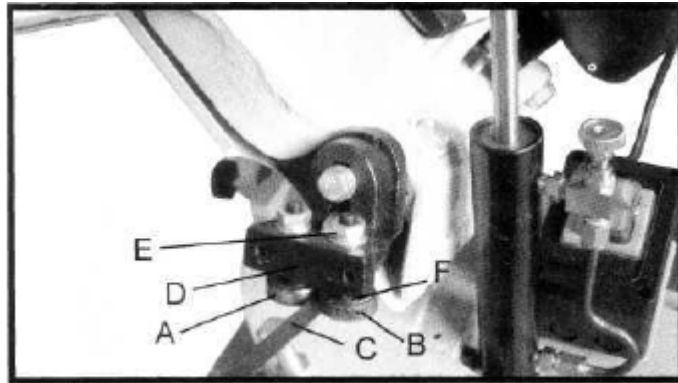

Fig. 9
2. Les paliers-guides de lame (A) et (B), Fig. 9, doivent être réglés pour ne faire qu'effleurer les faces de la lame (C) si celle-ci a été correctement alignée et que le palier-support a été réglé. Pour cela, procédez de la manière suivante :
3. Déposez la plaque recouvrant la face du support de guidage droit (D), Fig. 9.
4. Le palier-guide intérieur (A), Fig. 9, est monté sur un axe fixe et ne peut pas être réglé. Le palier extérieur (B) est monté sur un axe excentrique et doit être réglé de manière que les faces de la lame (C) soient juste en contact avec le palier-guide (A) et (B). Pour cela, desserrez l'écrou (E) et tournez l'écrou de réglage (F) pour obtenir le bon réglage. Serrez alors l'écrou (E).